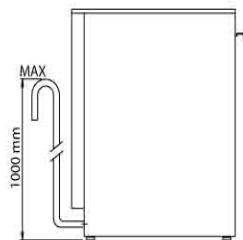

Fig. 7
- Positionner le tuyau de vidange à une hauteur maxime de 1000 mm du plancher. (Fig.7)